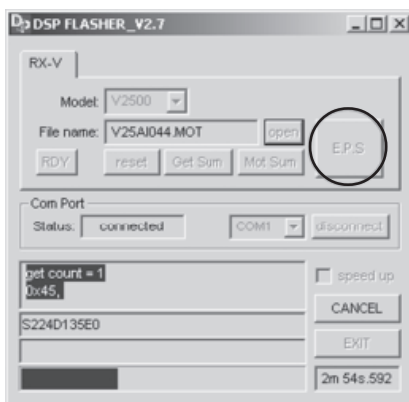

Fig. 10
i. Pressing the [EPS] button will start writing. (Fig. 10)
i. [EPS]ボタンを押すと書き込みが始まります。(Fig. 10)